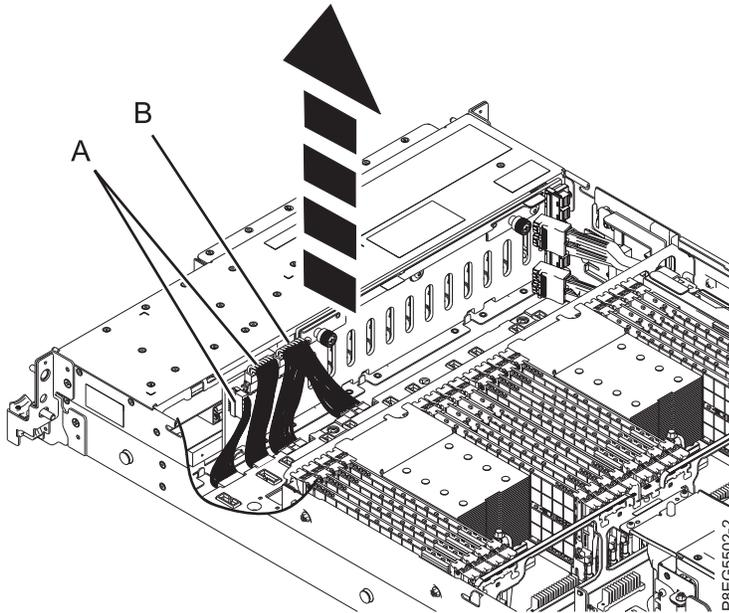

Abbildung 4. Abziehen der Signalkabel, Netzkabel und Steuerkonsolenkabel
5. Beschriften Sie die Signalkabel und die Steuerkonsolenkabel (**A**) sowie das Y-Netzkabel (**B**) und ziehen Sie sie von der Plattenlaufwerksrückwandplatine ab (wie dargestellt in Abb. 4).